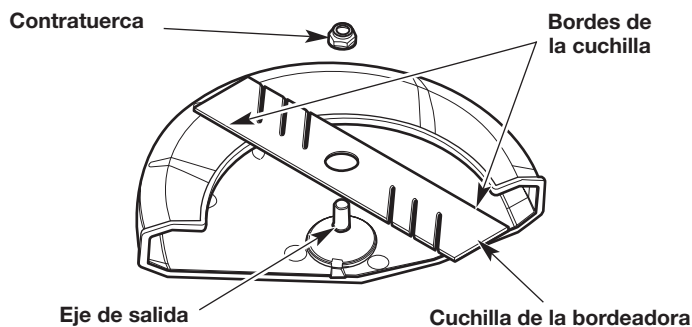

Fig. 13
4. Quite la llave Allen, la llave, la contratuerca y la cuchilla de bordeadora (Fig. 13). Guarde la contratuerca para instalar la nueva cuchilla de bordeadora.
1. Instale la nueva cuchilla bordeadora y la contratuerca en el eje de salida (Fig. 13). Asegúrese de que los bordes de la cuchilla estén orientados en la dirección correcta (Fig. 13). La unidad no funcionará correctamente si la cuchilla está mirando en la dirección incorrecta.